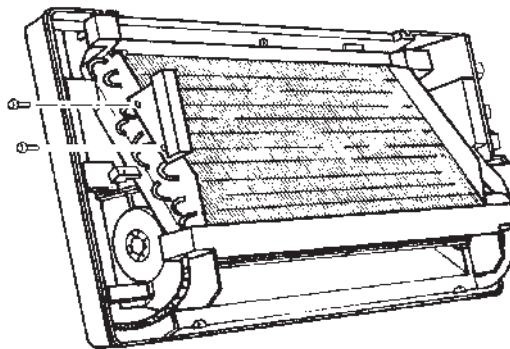

Fig.6
- Fixer les équerres sur les flancs de la batterie (fig. 6).
- Fix the angle bars on the sides of the coil (fig. 6);